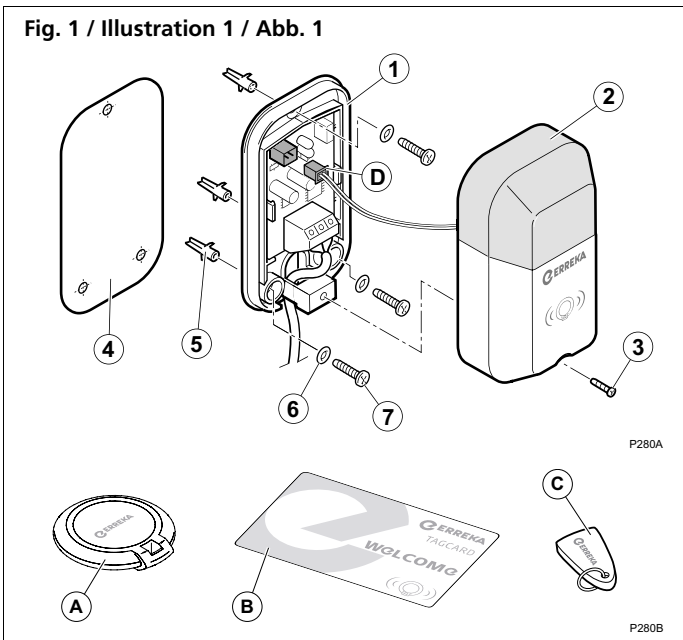

Fig. 1 / Illustration 1 / Abb. 1
Contenido (fig. 1)
1 Fije el aparato de forma segura utilizando los medios apropiados (fig. 1). Para trabajar con más comodidad, desenchufe el conector (D) y retire la tapa (2).